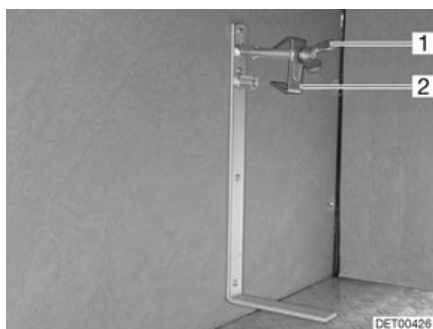

Fig. 199 Soporte para rueda de repuesto
- Soltar el tornillo (Fig. 199,1) y quitarlo junto con el centrado (Fig. 199,2).